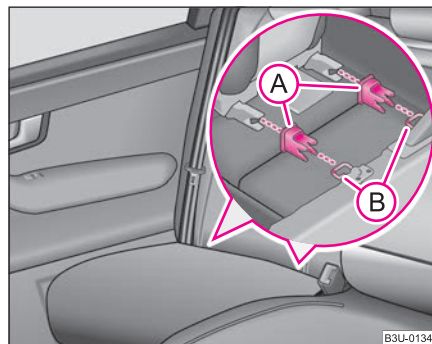

Fig. 162 Inelele de prindere (sistemul ISOFIX)
- Elementul de prindere **(A)** se introduce în inelele **(B)** existente la baza îmbinării spătarului scaunului cu perna ⇒ pagina 182, fig. 162.